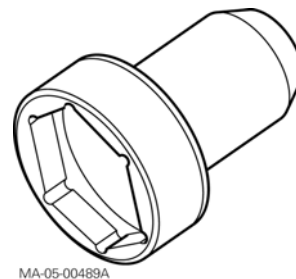

Fig. 8
- **3378010 M1:** - Socket for nut - Layshaft (Fig. 8)